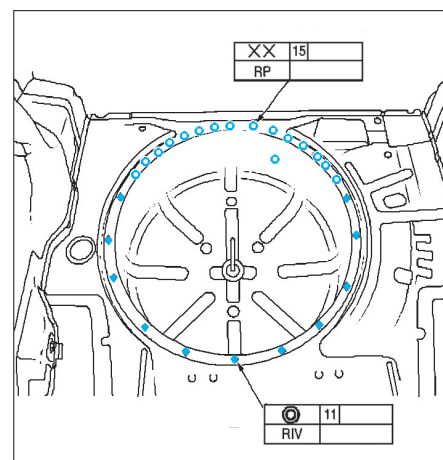

FIG. 128
- Positionner le logement de roue de secours, le riveter et le souder par point (fig. 128).